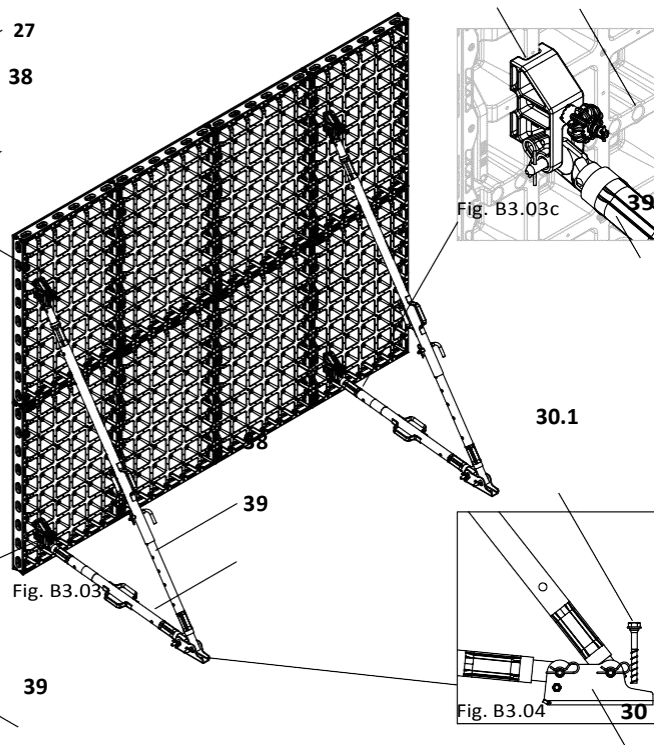

Fig. B3.04
2. Монтирайте петата (30) на вертикализатора и напр. рамо. (Fig. B3.04)
3. Монтирайте петата на основа с достатъчна товароносимост с PERI анкерни болтове 14/20x130, арт. №. 124777, (30.1). Вижте техн. данни! (Fig. B3.04)
4. Фиксирайте вертикализаторите и напр. рамена с болтове и шплентове (27.4). (Fig. B3.04)